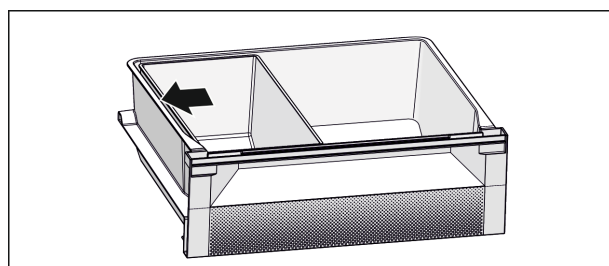

Fig. 7
- ▶ Для оптимального охолодження: Встановити ящик Fish & Seafood, як показано на малюнку (див. Fig. 7) .